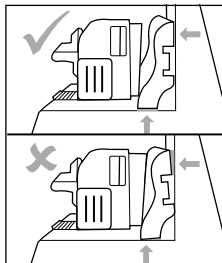

Abb. 9
- ◆ Halten Sie mit einer Hand das Produkt an einem beweglichen Arm **1** fest. Halten Sie zusätzlich Fussleisten fest, die nach dem Einspannen keinen 90°-Winkel beibehalten (siehe Abb. 9).